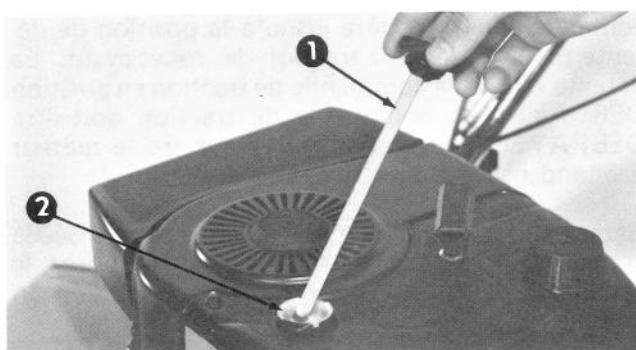

Figure 5
3. Enlevez la jauge de niveau d'huile en tournant le bouchon de 1/4 de tour vers la gauche (Fig. 5).
5. Essuyez le bout de la jauge et introduisez-la dans le goulot de remplissage. Tournez le bouchon 1/4 de tour vers la droite. Retirez ensuite la jauge et vérifiez les niveaux d'huile indiqués sur la jauge (Fig. 5). Si le niveau d'huile est bas, n'ajoutez que suffisamment d'huile pour amener le niveau à la marque FULL sur la jauge.